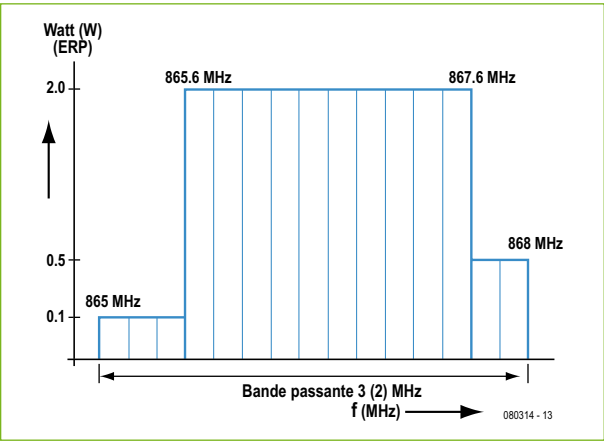

Figure 6.
- La région 2 couvre l'Amérique du Nord, l'Amérique du Sud et la région Pacifique à l'est de la ligne de changement de date (cf. **figure 6**).